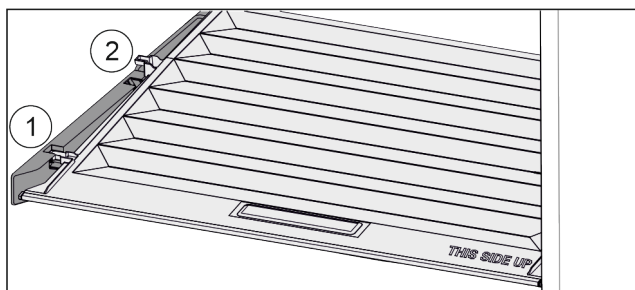

Fig. 67
- Træk dækslet fremad til åbning i holdedelen Fig. 67 (1).
- Løft nedefra og bevæg det opad og ud Fig. 67 (2).